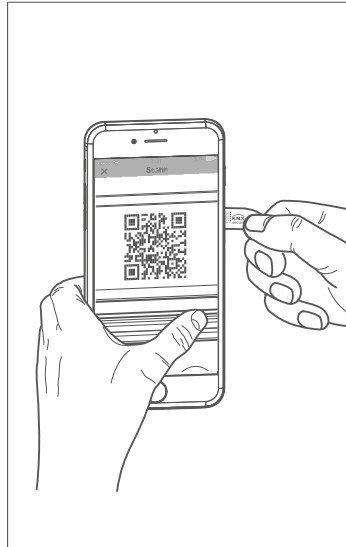
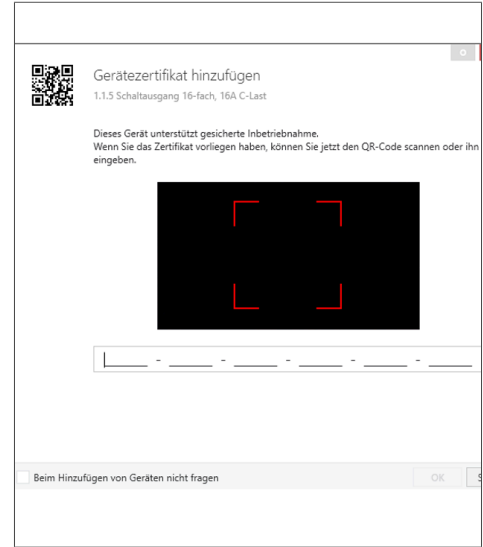

Bild 8: QR-Code scannen
Bild 9: QR-Code manuell eingeben
- 2 Das Gerätezertifikat (QR-Code) eingeben (Bild 9) oder scannen (Bild 8) bzw. dem Projekt in der ETS hinzufügen.